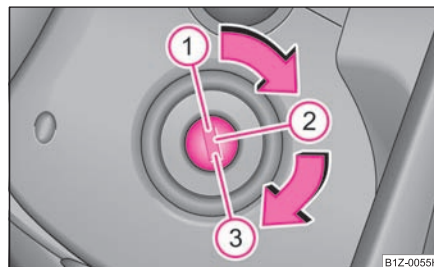

Fig. 100 Posiciones de la cerradura de encendido
- El motor se para girando la llave de contacto a la posición ① ⇒ página 90, fig. 100.